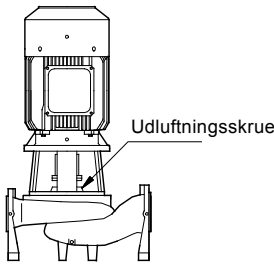

Fig. 4 Udluftningsskrue
1. Luk afspærringsventilen på pumpens afgangsside, og løsn udluftningsskruen i topstykket, se fig. 4.
3. Udluft pumpen under opstart ved at løse udluftningsskruen i topstykket, indtil en jævn væskestrøm løber ud af udluftningshullet, se fig. 4.